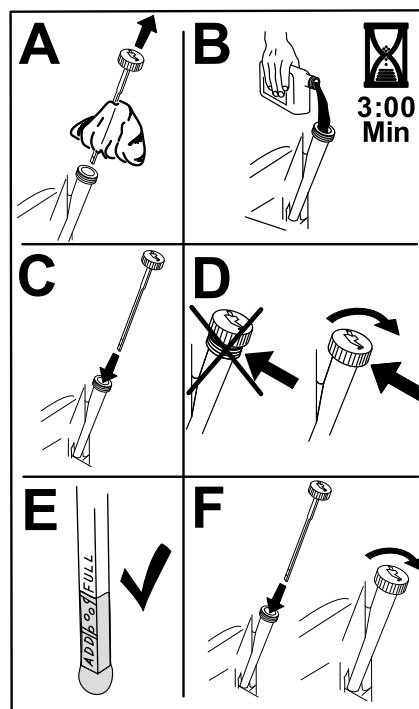

Figure 38
5. Versez lentement environ 80 % de l'huile spécifiée dans le tube de remplissage, puis faites l'appoint lentement jusqu'à ce que le niveau atteigne le repère maximum (Full) (Figure 38).